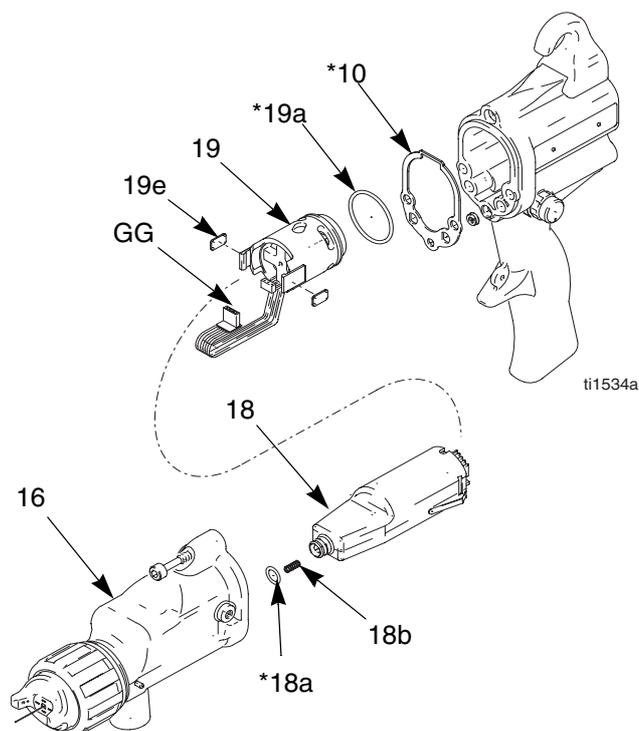

Fig. 15. Alimentation électrique
3. Saisir le bloc d'alimentation électrique (18) avec la main. En le déplaçant délicatement d'un côté et de l'autre, dégager l'ensemble bloc/l'alternateur de la poignée du pistolet (17), puis l'extraire en le tirant tout droit. Voir Fig. 15.
4. Débrancher le connecteur 3 fils (GG) du bloc d'alimentation. Faire coulisser l'alternateur vers le haut et le sortir du bloc. Examiner l'état du bloc et de l'alternateur.